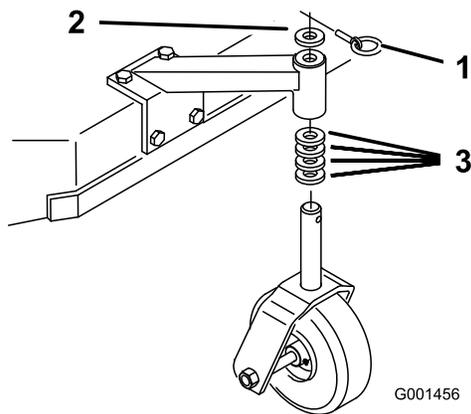

Figure 13
1. En vous reportant à la Tableau des hauteurs de coupe \(page 25\), ajustez les entretoises des roues pivotantes en fonction du trou de réglage de l'essieu sélectionné (Figure 13).
2. Retirez la goupille de verrouillage, sortez la roue pivotante de son support et changez les entretoises (Figure 13).
3. Mettez la roue pivotante en place dans le support et insérez la goupille de verrouillage (Figure 13).